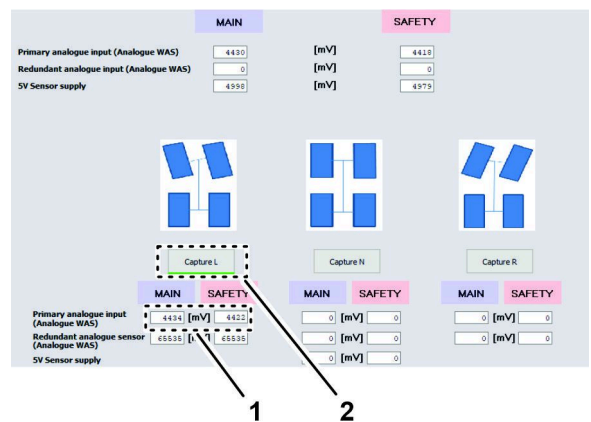

Figure 148
4. Cliquez sur l'icône CAPTURE L (Figure 148).